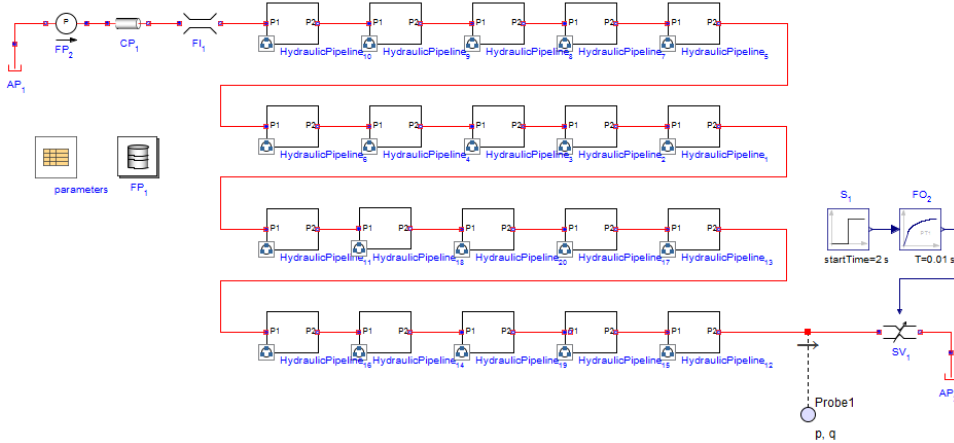
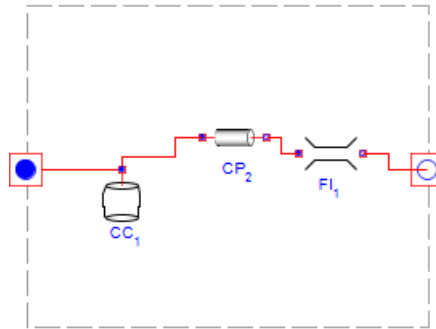

図6.28 ウォーターハンマー
図6.29 離散化されたパイプラインのセグメント
図6.29 「離散化されたパイプラインのセグメント」に示すように、各サブシステムは、Compliant Cylinder、Circular Pipe、および Fluid Inertia コンポーネントで構成されています。全長 $L$ 、容量 $V$ 、 $N$ 個に分割されたパイプラインには、 $N + 1$  個のパイプ (それぞれの長さは
1. 図6.28 「ウォーターハンマー」 や 図6.29 「離散化されたパイプラインのセグメント」 にあるようなコンポーネントと接続のあるモデルを作成します。
4. **Fixed Pressure** コンポーネントの (図6.28 「ウォーターハンマー」 の  $FP_2$ ) 圧力 (P) を  $500 \text{ kPa}$  に設定します。